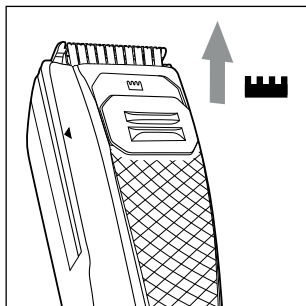

Bild 6
- 1) Flytta uttunningsfunktionens skjutreglage  ② uppåt till läge . Den del inuti skärhuvudet ① som aktiverar uttunningsfunktionen åker upp (se bild 6).